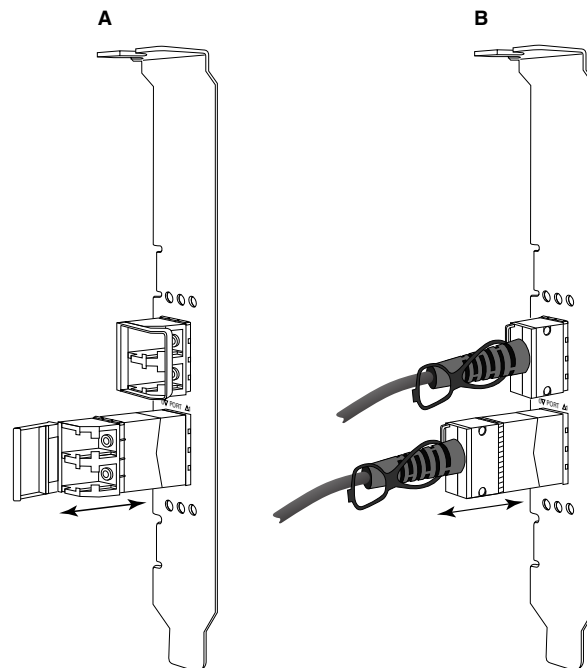

FIGURA 10 Extracción o instalación de SFPs de fibra óptica y de cobre
- Para los SFPs con transceptores ópticos, use su pulgar y su dedo índice para desencajar el seguro del lateral del conector del cable. Usando el seguro o la lengüeta de tiro como asa, extraiga el SFP fuera del receptor. Consulte la ilustración de la izquierda en la Figura 10.
- Para los SFP de cobre con cables conectados, use su pulgar y su dedo índice para extraer la lengüeta del cable para liberar el seguro y luego extraiga el SFP del receptor. Consulte la ilustración de la derecha en la Figura 10.